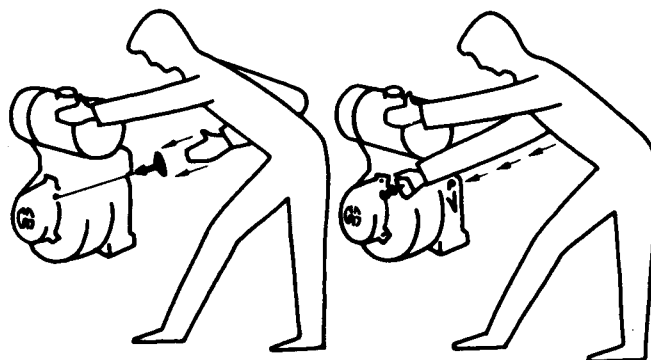

Bild 3
b. Start mit Reversierstarter: Kräftig am Starterseit ziehen. Nach dem Anwerfen den Griff des Reversierstarters mit der Hand in seine Ausgangslage zurückbegleiten (siehe Bild 3).